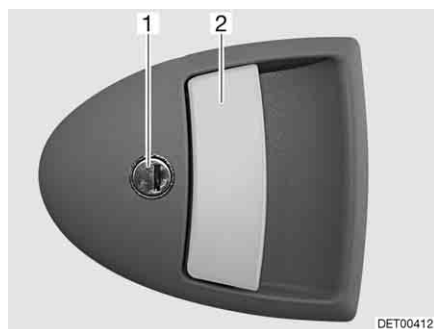

Fig. 37 Serrure de la porte cellule, à l'extérieur
- Insérer la clé dans le barillet (Fig. 37,1) et la tourner jusqu'à ce que la serrure de la porte soit déverrouillée.
- Tirer sur la poignée de la porte (Fig. 37,2). La porte est ouverte.
- Insérer la clé dans le barillet (Fig. 37,1) et la tourner jusqu'à ce que la serrure de la porte soit verrouillée.